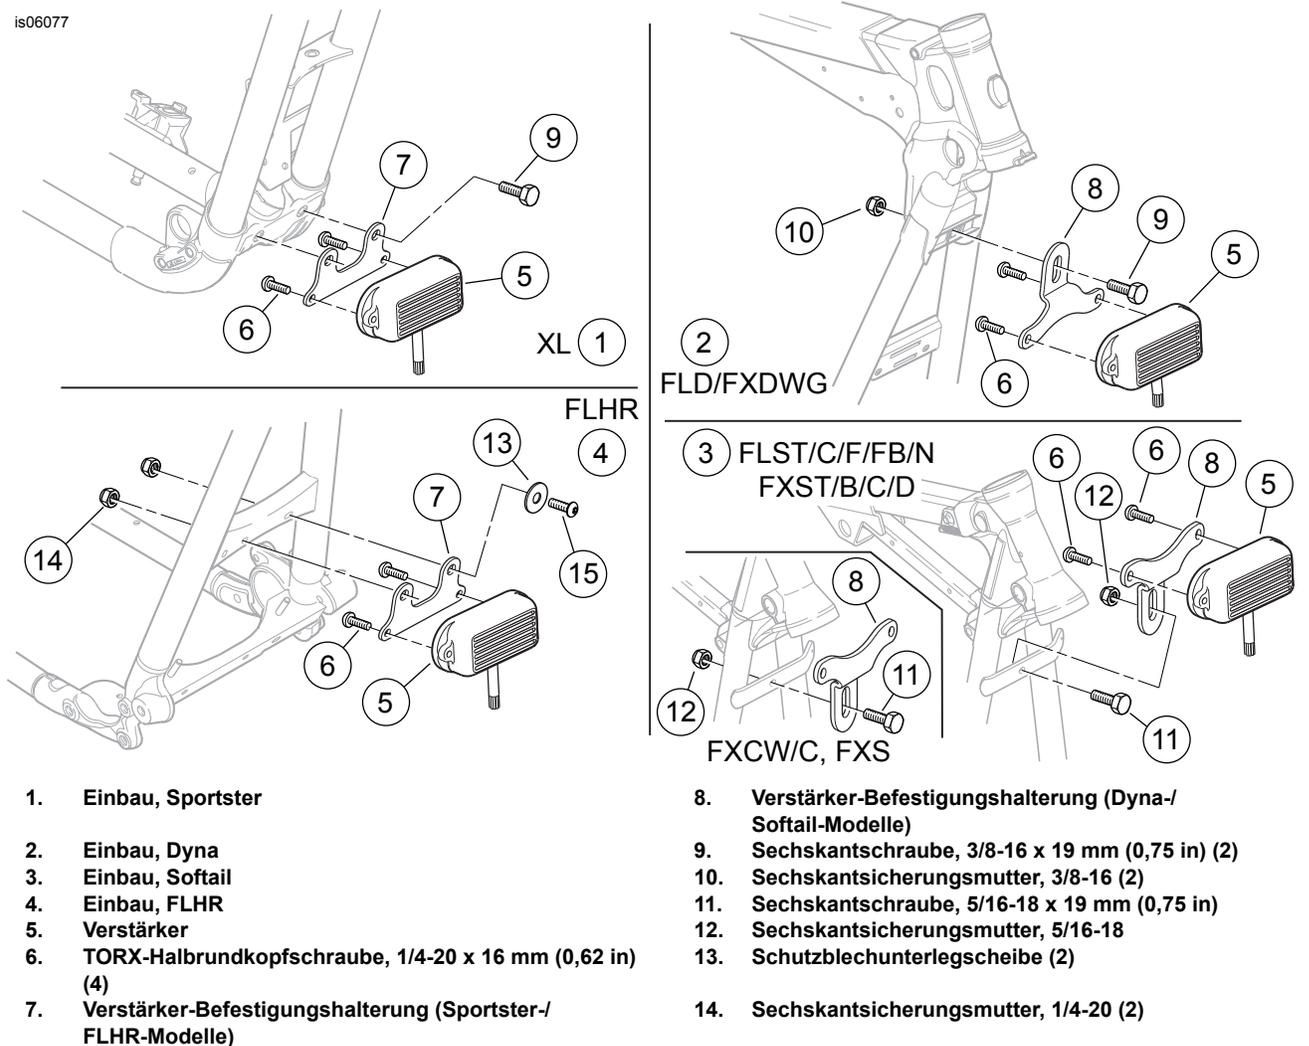

Abbildung 1. Einbau des Verstärkers und der Halterung
2. Siehe Abbildung 1. Den Verstärker (5, Teil der Kabelbaumgruppe) mit den Schrauben (6) an der Halterung befestigen und auf ein Drehmoment von 7,4 N·m (65 in-lbs) anziehen.
- **Für Sportster-Modelle:** Zwei 3/8-16 Sechskantschrauben (9) aus dem Satz auswählen.
- **Für Dyna-Modelle:** Eine 3/8-16 Sechskantschraube (9) und eine Sechskantsicherungsmutter (10) aus dem Satz auswählen.
- **Für Softtail-Modelle:** Die 5/16-18 Schraube (11) und Sechskantsicherungsmutter (12) aus dem Satz auswählen.
- **Für Touring-Modelle:** Zwei 1/4-20 x 16 mm (0.62 in) lange TORX-Schrauben (6), zwei Schutzblech-Unterlegscheiben (13) und zwei Sechskantsicherungsmuttern (14) aus dem Satz auswählen.
4. Siehe Abbildung 1. Den Verstärker und die Halterung zwischen den vorderen Rahmenrohren wie dargestellt am Rahmenquerträger befestigen.